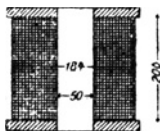

Fig. 3.
38. Eine Spule (Fig. 3) hat einen inneren Durchmesser von 50 mm, einen äußeren von 184 mm. Sie ist mit einem 2 [1,5] (0,5) mm dicken Kupferdraht (ohne Isolation gemessen) bewickelt, dessen Widerstand 4,35 [15,8] (855)  $\Omega$  beträgt.